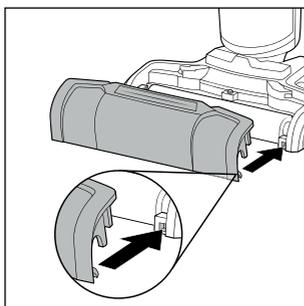

Rys. 39
- ◆ Ponownie zamontuj wałek szczotkowy **6** i osłonę przeciwbryzgową **7** w urządzeniu, najpierw umieszczając wałek szczotkowy **6** w uchwycie po prawej stronie podstawy **3** (patrz rys. 39).